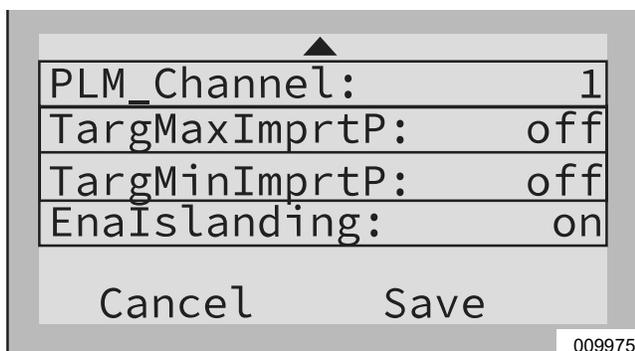

Figura 3-9. Activación y desactivación de dispositivos (1 de 3)
- Consulte la Figura 3-9. Verifique que el estado del dispositivo diga Disabled (Desactivado).